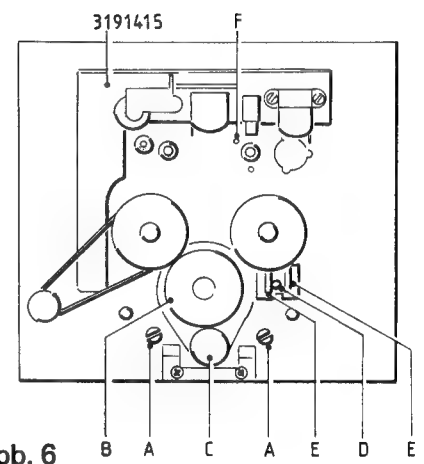

Abb. 6
- Die zwei Zylinderschrauben "A" (Abb. 6) lösen. Dabei die zwei Distanzbuchsen (Klemmhülse 3019445) zwischen der Montageplatte hinten und dem Wickelantrieb entfernen.
- Die Unterkante des Kopfschlittens (3191415) soll in elektrisch angezogenem Zustand das darunterliegende Loch ("F") zur Hälfte zudecken (Abb. 6)